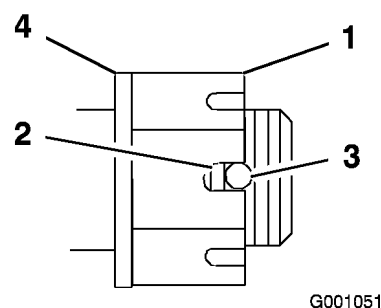

Figure 41
4. Serrez l'écrou crénelé à 170 Nm (Figure 41).
5. Mesurez l'espace entre la base de la fente de l'écrou et le bord intérieur du trou. On ne doit pas voir plus de deux filets (Figure 41).
7. Serrez l'écrou crénelé à 170 Nm (Figure 41).
8. Serrez l'écrou jusqu'à ce que la série de fentes suivante soit en face du trou de l'axe (Figure 41).